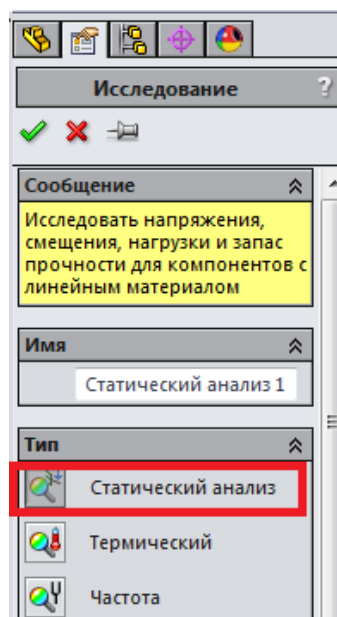
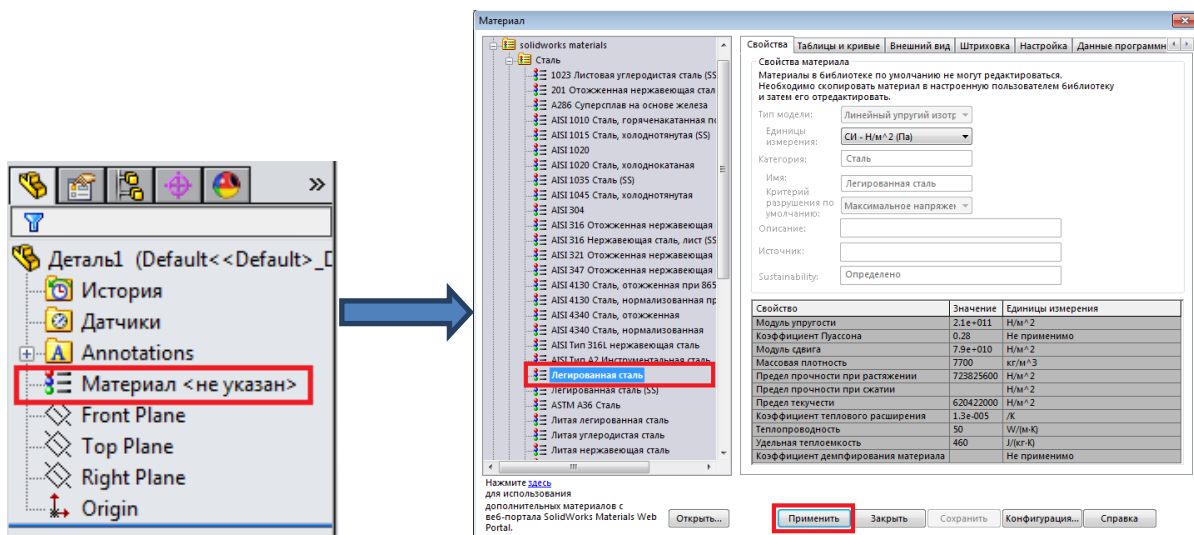

Рисунок 5.14 – «Консультант исследования»
Рисунок 5.15 – Завдання матеріалу деталі
3. В меню **Simulation** (рисунок. 5.14) або в «Консультант исследования» (рисунок. 5.15) виберіть тип дослідження – «Статический анализ».